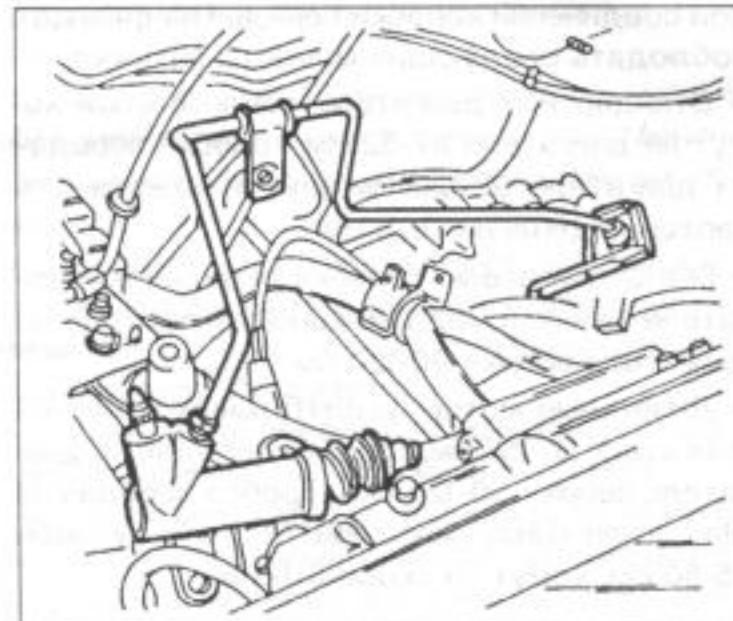

Рис. 20.
- Отсоединить шланги питания (9). Заглушить свободные концы шлангов, чтобы не вытекало горючее.
- Снять кожух приводного ремня (10).
- Снять насос гидроусилителя рулевого управления (11), не отсоединяя шланги, и закрепить куском проволоки со стороны моторного отделения.
- Снять подвеску двигателя (12).
- Отвинтить гидросистему в месте, указанном на рис. 20, и отсоединить цилиндр сцепления (13).
- Гайку с косой сетчатой накаткой отпустить и отсоединить спираль тахометра (14).
- Отсоединить жгут проводов коробки передач (15).
- В случае, если имеется кондиционер, после ослабления ременной передачи нужно снять приводной ремень и компрессор вместе с компенсатором (16), не отсоединяя шланги. Компрессор в удобном месте закрепить проволокой.
- Отсоединить шланг обогревателя (18) и снять.
- Отвинтить щиток кожуха двигателя (20).
- Наконечник поперечной рулевой тяги (21) отсоединить от рычага поворотного кулака.
- Отсоединить штангу стабилизатора (22) от подвески передних колес.
- Поперечный рычаг подвески (23) отсоединить на нижней части поворотного кулака.
- Смонтировать цилиндр сцепления и привинтить гидросистему (рис. 20).